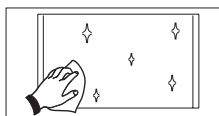

Fig.1
- La puerta, la manija y el acrílico (según aplique) del refrigerador se limpian con jabón líquido neutro, luego se enjuagan y se secan con un paño limpio. Ver Fig.1